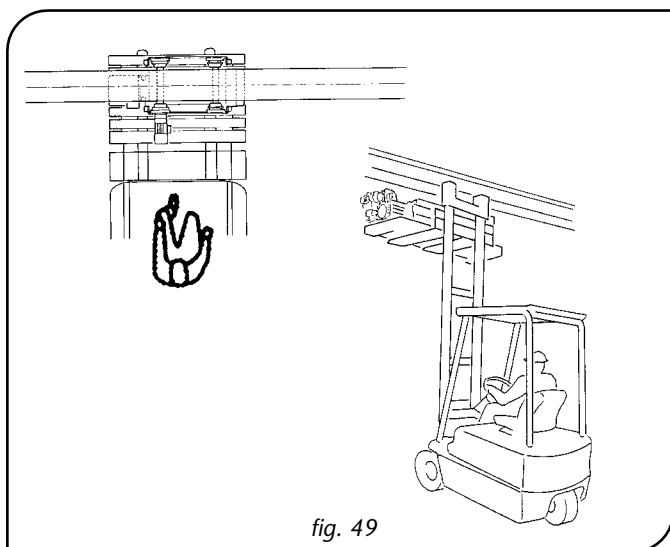

fig. 49
5. Effettuare la presa e la movimentazione del pallet per mezzo di carrello elevatore o altro mezzo idoneo allo scopo, disponendo il pallet in modo che l'asse verticale della trave sia perpendicolare con quello del paranco e quelli orizzontali di entrambe siano paralleli (fig. 49).